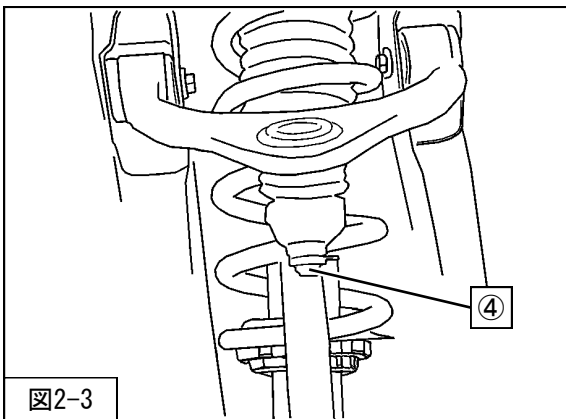

図2-3
3. ④アッパーアームジョイントナット・割ピン（締付トルク：65N・m）を取付けてください。（図2-3）